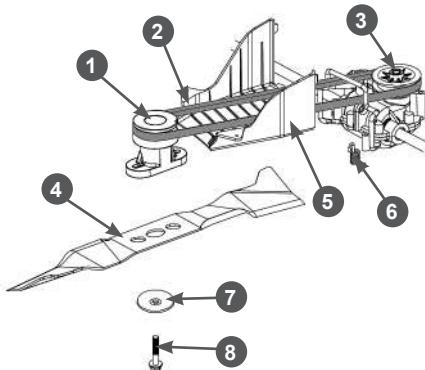

Рис. 26 Обслуживание ремня привода
3. Открутите два винта крепления и снимите защитный кожух 5 ремня (Рис. 26).
ля за нож, внимательно осмотрите ремень 2 привода хода на наличие трещин, разрывов, отслоения корда (Рис. 26). При обнаружении повреждений ремень необходимо заменить.
2. Открутите два винта крепления и снимите защитный кожух 5 ремня (Рис. 26).
3. Снимите ремень 2 со шкива адаптера в сторону двигателя и снимите адаптер 1 с вала двигателя (Рис. 26).
4. Снимите ремень со шкива 3 редуктора (Рис. 26).